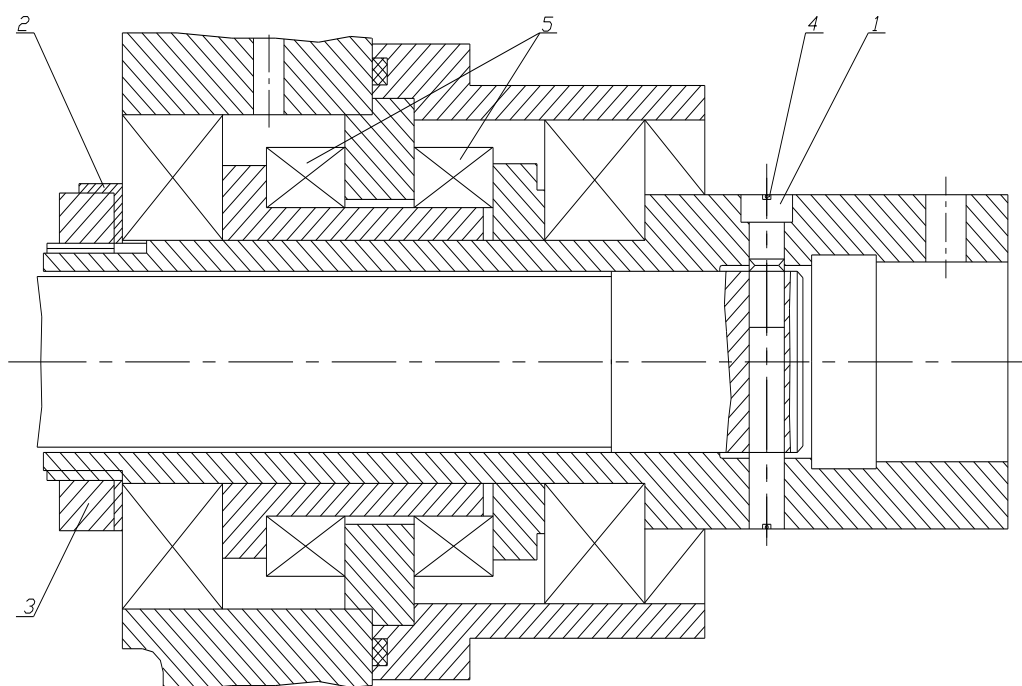

Рис.6-12. Наладка осевого зазора ходового винта
6.2.11 НАЛАДКА ОСЕВОГО ЗАЗОРА ХОДОВОГО ВИНТА (См.Рис.6-12)
6.2.12 ЗАМЕНА ПРЕДОХРАНИТЕЛЬНОГО СРЕЗНОГО ШТИФТА ХОДОВОГО ВИНТА (См.Рис.6-12)